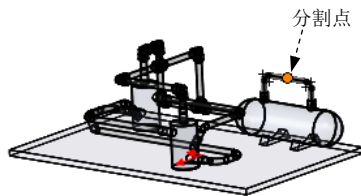

图 11.9.23 分割线路
Step1. 分割线路。选择 **管道设计** 功能选项卡中的 **分割线路 (S)** 命令，在模型中单击图 11.9.23 所示的线段的中点作为要分割的点。